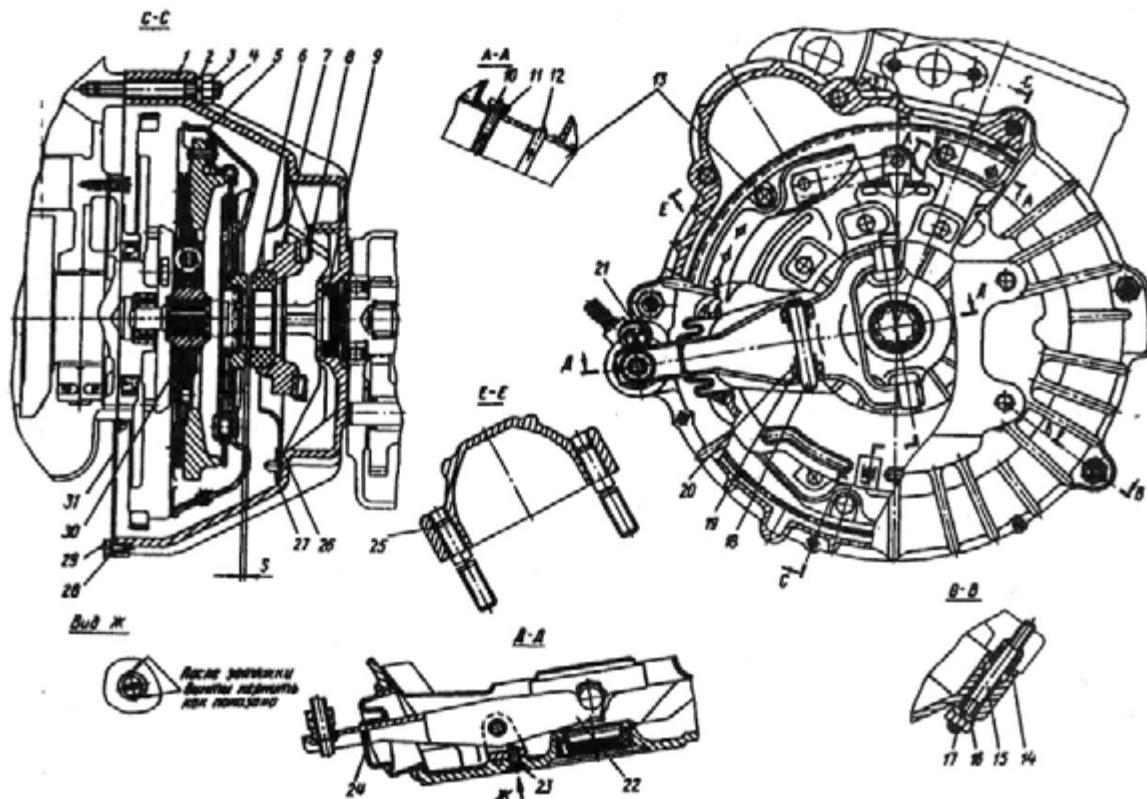

Рис. 73. Сцепление:
На автомобиле установлено сухое однодисковое сцепление с центральной диафрагменной пружиной, с гасителем кругильных колебаний (демпфером), смонтированным на ведомом диске, и гидравлическим приводом выключения сцепления с подвесной педалью. Механизм сцепления является неразборным узлом, в нем не предусмотрены какие-либо регулировки при сборке узла и в процессе его эксплуатации. Сцепление (рис. 73) состоит из двух основных частей: нажимного диска с кожухом 5 в сборе с ведомого диска 30 в сборе, заключенных в литой из алюминиевого сплава картер 1.
Полностью отсутствует свободный ход выключения сцепления (нет зазора между опорной пяткой и подшипником выключения сцепления) — 5 (см. рис. 73).
4. Отверните болты 29 (см. рис. 73) крепления гравезащитного щитка 31 к картеру сцепления и снимите щиток.